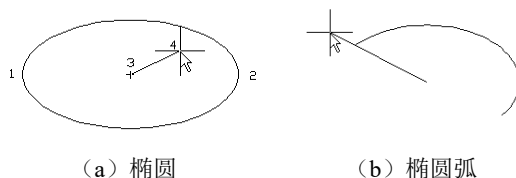

图 2-17 椭圆和圆弧
指定轴的另一个端点: (指定轴端点 2, 如图 2-17 (a) 所示)
① 起点角度: 指定圆弧端点的两种方式之一, 光标与椭圆中心点连线的夹角为椭圆端点位置的角度, 如图 2-17 (b) 所示。